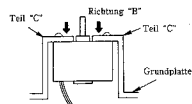

Abb. 9
3) Wenden Sie bei dem Austausch des DC Motors (D2) keine zu große Gewalt in Richtung "B" an. Wenn Teil "C" der Grundplatte verbogen wird, wird dadurch die Abtastung ungenau. (Abb. 9)